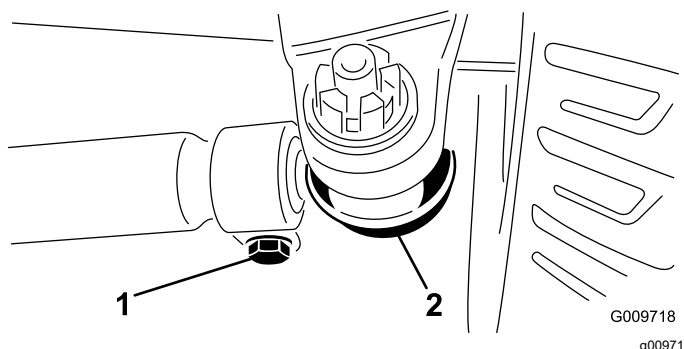

Figura 110
3. Para ajustar, retire la chaveta y la tuerca de cualquiera de las articulaciones esféricas de la biela (Figura 110). Retire la rótula de la biela del soporte del cojinete del eje.
4. Afloje las abrazaderas en ambos extremos de las bielas (Figura 110).